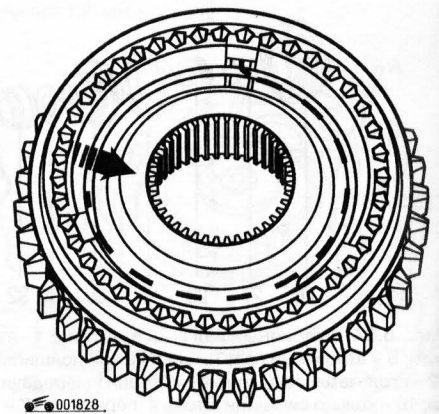

Рис. 5.31. При установке синхронизатора I и II передач более широкий буртик должен быть направлен к шестерне I передачи
9. Собирайте синхронизатор в порядке, обратном разборке, установив муфту на ступицу в соответствии с нанесенными перед разборкой метками. Более широкий буртик (рис. 5.31) должен быть направлен к шестерне I передачи.